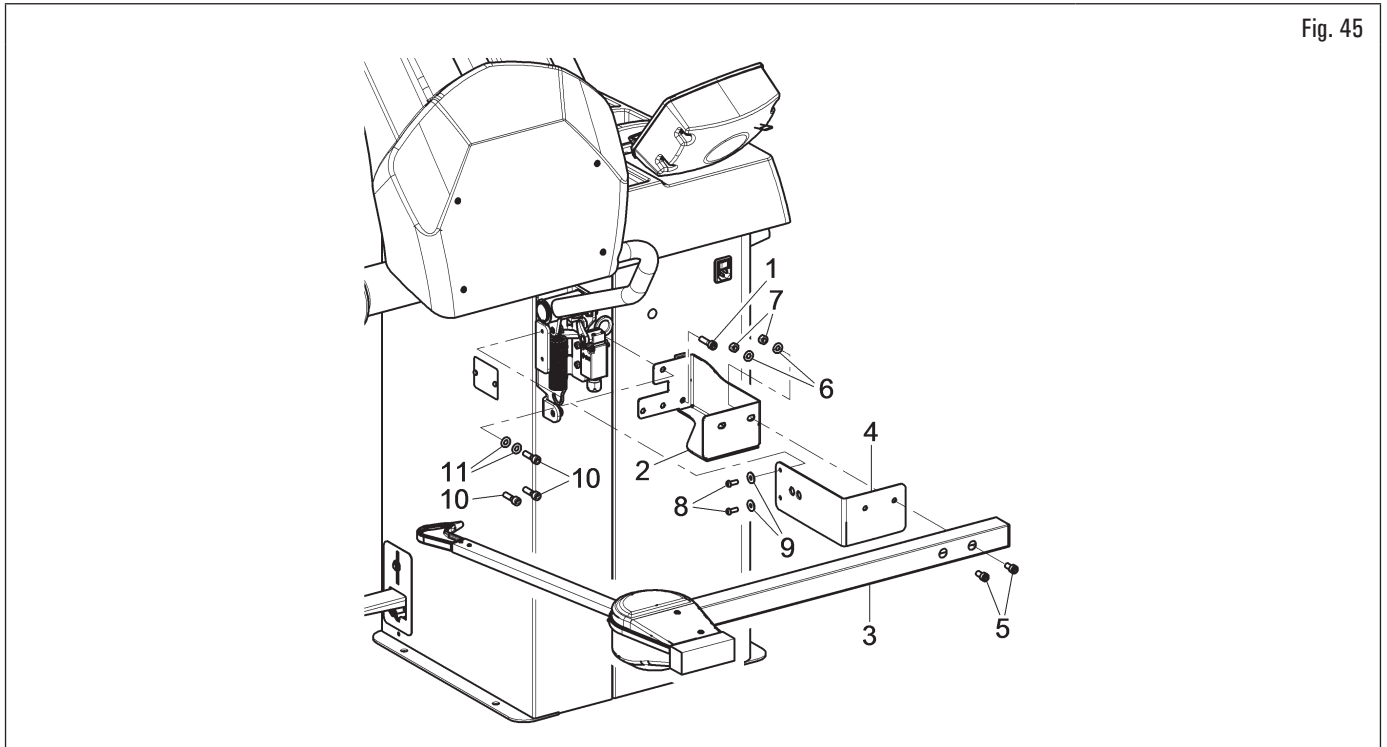

Fig. 45
1. Dévisser les vis (Fig. 45 réf. 10) et les rondelles (Fig. 45 réf. 11) du support couvre-roue, en faisant bien attention à soutenir le support même ;
2. insérer la bride de la tige (Fig. 45 réf. 2) dans la fente latérale du support couvre-roue (voir Fig. 47 réf. A) ;
3. insérer la vis de fixation (Fig. 45 réf. 1) et les vis (Fig. 45 réf. 10), précédemment dévissées, dans la bride de la tige (Fig. 45 réf. 2) et visser l'ensemble aux rivets filetés positionnés dans la partie postérieure du châssis, sans l'utilisation des rondelles (Fig. 45 réf. 11) démontées précédemment ;
4. bloquer le bras de la tige (Fig. 45 réf. 3) aux griffes (Fig. 45 réf. 2-4) en utilisant les 2 vis (Fig. 45 réf. 5), les rondelles (Fig. 45 réf. 6) et les écrous (Fig. 45 réf. 7)), afin que l'arbre et le bras de la tige soient au même niveau (voir Fig. 46) ;